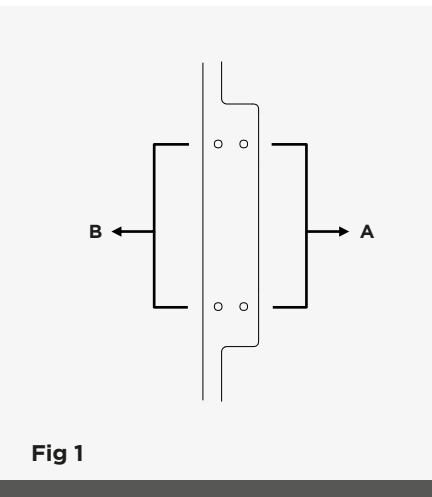

Fig 1
6. Por último colocar el comando de la campana en su posición final. Se encuentra actualmente en la posición "A" (ver fig 1). Debe retirar los 2 tornillos y volver a atornillarla en la posición "B" tal como se muestra en la Fig 2. Retirar el vinilo protector.
9. Por último colocar el comando de la campana en su posición final. Se encuentra actualmente en la posición "A" (ver fig 1). Debe retirar los 2 tornillos y volver a atornillarla en la posición "B" tal como se muestra en la Fig 2. Retirar el vinilo protector.